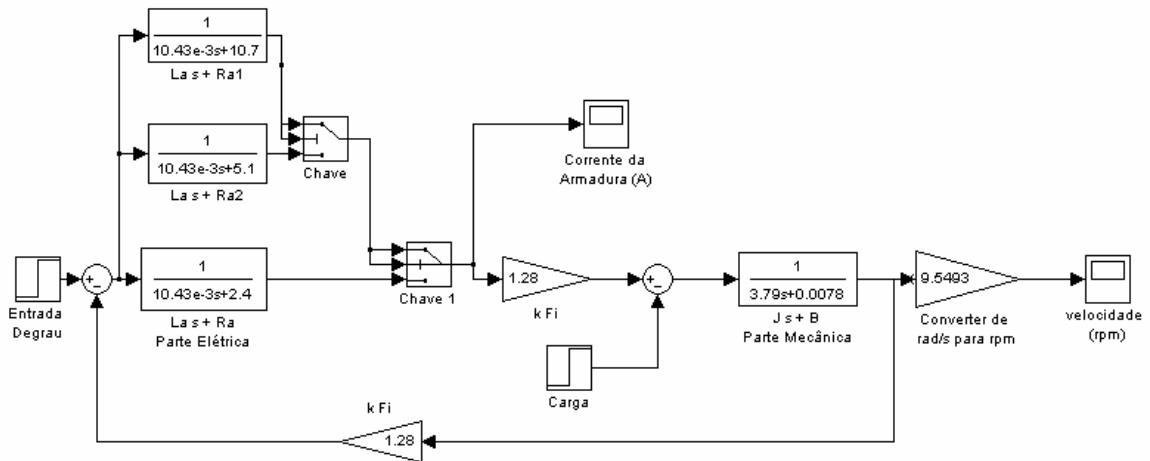

Figura 9 – Diagrama em blocos com inclusão de resistor de partida um dois estágios: 8,3 Ω e 2,7 Ω
- 17) O modelo mostrado na figura 9 representa novamente um resistor de partida com dois estágios, porém com um estágio diferente do anterior: 8,3 Ω e 2,7 Ω . Trace $I_a \times t$ e $\omega \times t$. Comente os resultados obtidos.